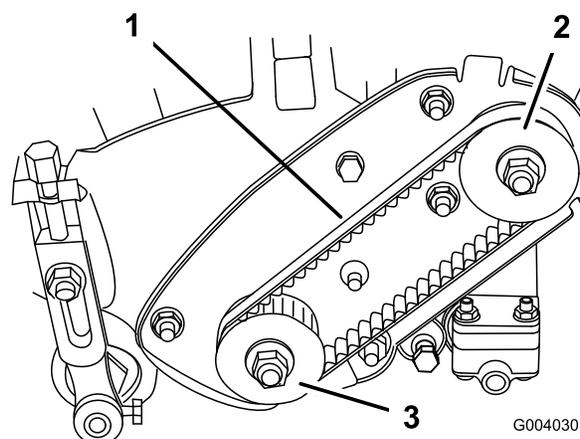

図 31
2. プーリ間の中央（図31）でベルトを指で押して点検する。押す力は1.5～2.5 kg程度。たわみが6 mm程度あるのが適正。たわみがこの範囲になれば、以下の要領で調整する。